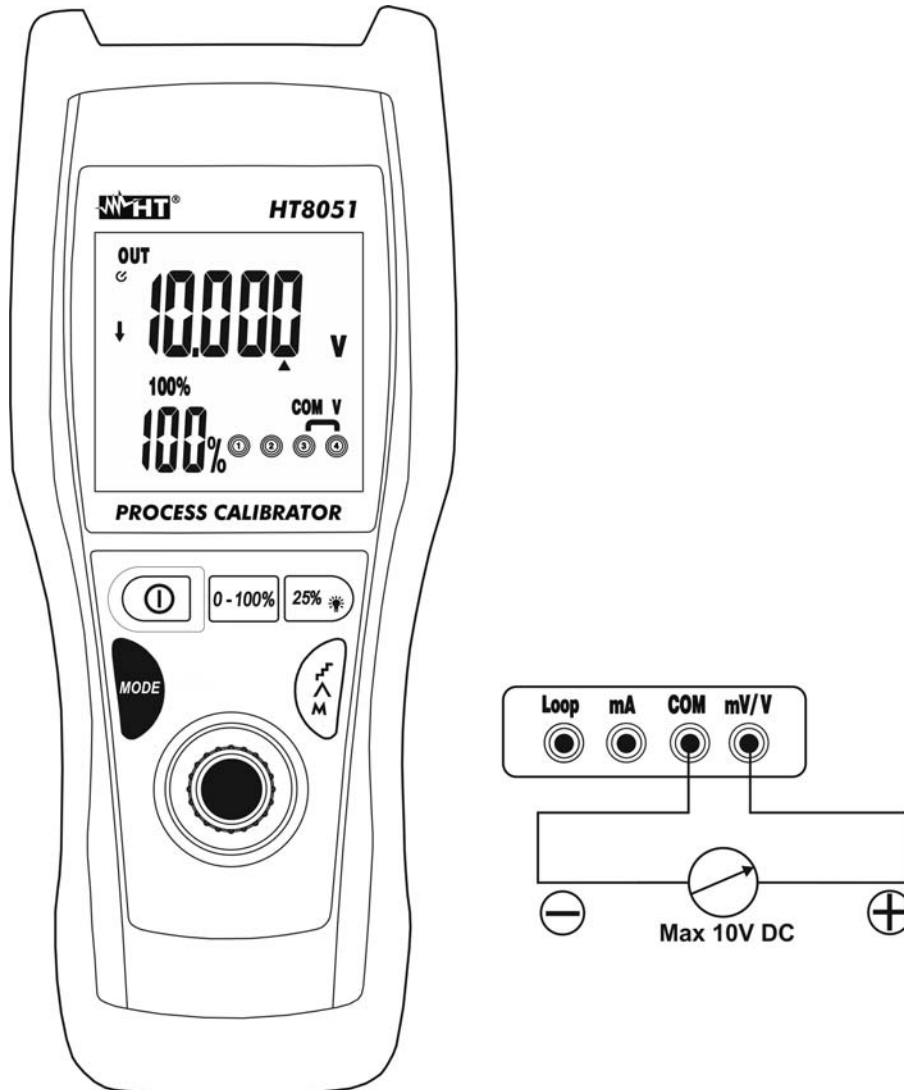

Abb. 4: Erzeugung von DC Spannung
4. Stellen Sie die grün Messleitung und die schwarze Messleitung in die Punkte mit positivem und negativem Potenzial des externen Messgerätes (siehe Abb.4)
5. Zur Erzeugung des negativen Spannungswerts drehen Sie die Messleitungen in die umgekehrte Richtung in Bezug auf die Verbindung in Abb.4